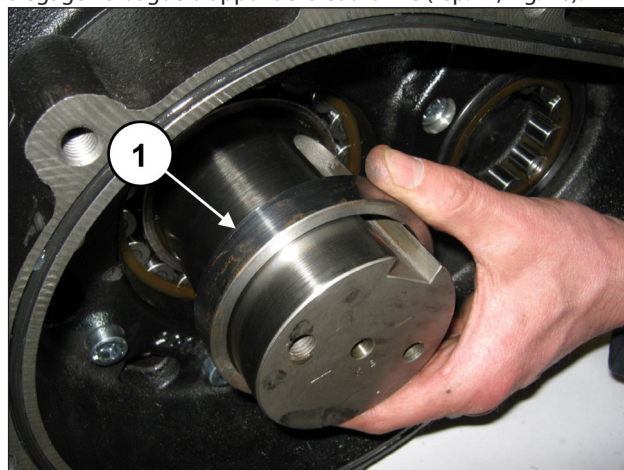

Fig. 16
Dégager la bague d'appui de la couronne (rep. ①, Fig. 16).